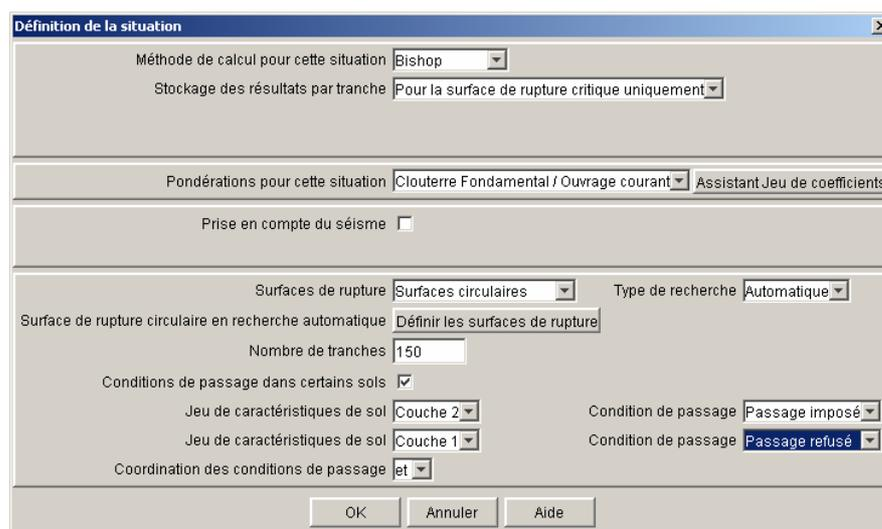

Figure 111 : boîte de dialogue de définition des situations : données communes à tous les types de surfaces de rupture
- Les données communes à toutes les surfaces de rupture (Figure 111)**
- Conditions de passage dans certains sols** : activer la case à cocher correspondante si l'utilisateur souhaite définir des conditions de passage particulières (ce n'est pas obligatoire). De nouvelles cases de saisie apparaissent alors (Figure 111) :